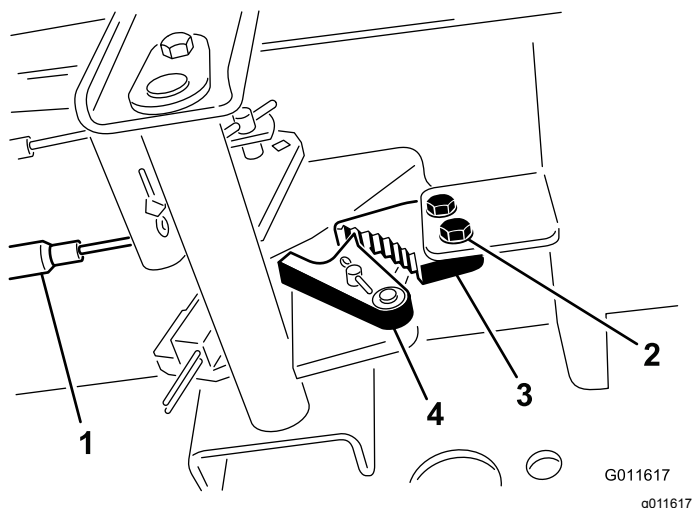

图47
1. 松开将驻车刹车闸固定到机架的 2 个螺钉图47。
2. 向前踩驻车刹车踏板直到刹车卡槽完全接合刹车闸图47。